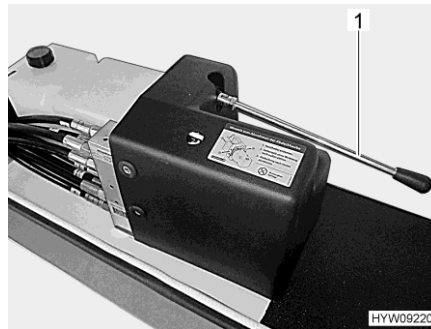

Fig. 44 Leva (comando di emergenza)
- Chiudere il piedino di stazionamento con la pompa manuale. A tale scopo, pompare con la leva (Fig. 44,1) fino alla chiusura del piedino di stazionamento.